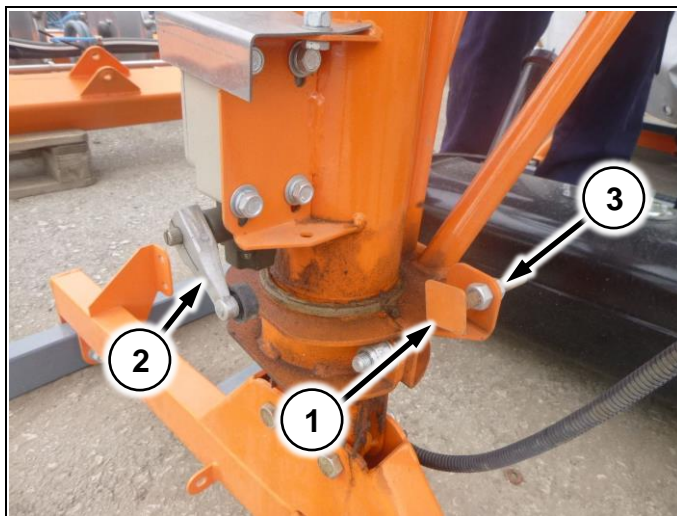

Рис. 149
1. Ослабьте болты (Рис. 149/1) с обеих сторон подающего механизма;
2. Ослабьте контргайки на натяжителе (Рис. 149/2)
3. Равномерно, по ½ оборота, затягивайте гайки на натяжителях (Рис. 149/2);
Отрегулируйте 2 упора (Рис. 149/1) таким образом, чтобы переключатель (Рис. 149/2) при доходе в крайнее положение отщелкивался в противоположную сторону.
Для этого ослабьте гайки на упорах (Рис. 149/4) и вращая их отрегулируйте упоры.